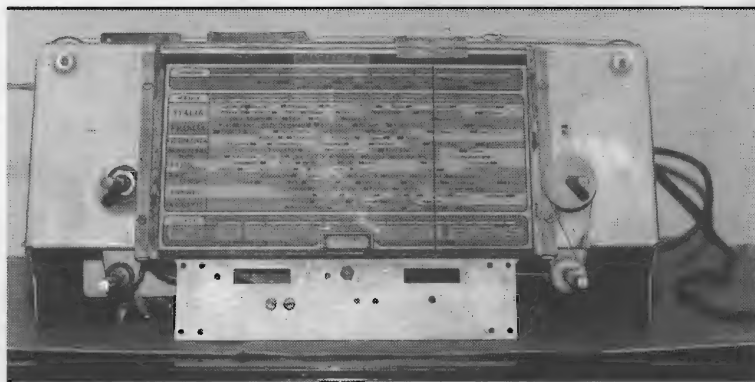

figura 5 - Vista frontale ricevitore Alcor I e II.
suddivise per nazionalità (vedi figura 5). Variante fra i vari modelli è il sottofondo o la tinta base della scala stessa. Nel mod. Merak detto sottofondo è nero mentre nell'Alcor una nazionalità è gialla e la successiva è verde e la sezione onde corte è azzurra. Nei mod. Axum invece pur essendo identica la conformazione generale della scala cambiano i nomi delle nazionalità (2) e quindi anche delle stazioni trasmettenti. Nell'Axum il colore base della scala è giallo con sezione onde corte in ocra.